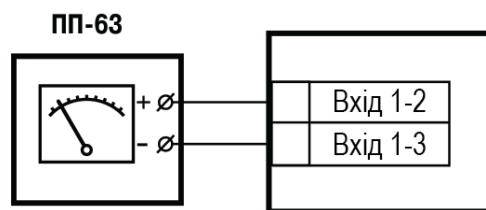

Рисунок 8.3 – Схема підключення потенціометра під час юстування
1. Підключити до Входу 1 пристрою замість термопар потенціометр постійного струму ПП-63 або аналогічне йому джерело еталонної напруги з класом точності не менше 0,05. З'єднати потенціометр із пристроєм за схемою, наведеною на рисунок 8.3, дотримуючись полярності підключення.
- Підключити до Входу 1 пристрою замість термопар потенціометр постійного струму ПП-63 або аналогічне джерело еталонної напруги з класом точності не менше 0,05. З'єднати потенціометр із пристроєм за схемою, наведеною на рисунок 8.3, дотримуючись полярності підключення. Встановити на виході потенціометра напругу 20,15 мВ (еталонне значення 20,146 мВ).